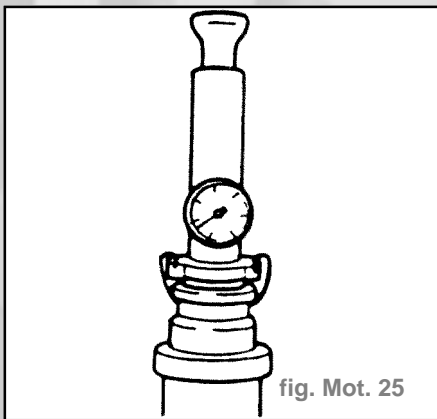

fig. Mot. 25
- Poser l'appareil de contrôle avec adaptateur sur le vase d'expansion et établir une pression de **1 bar** (fig. Mot. 25).